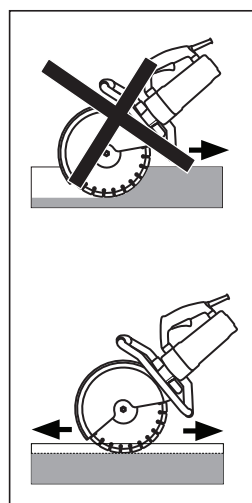

FIG. 8
- Engagez doucement la lame dans la pièce à usiner. La performance de coupe est optimale lorsque vous coupez droit le long de la ligne de coupe préalablement marquée. Ne coupez pas à une profondeur supérieure à 50 mm (2 "). **(FIG. 8)** Si vous devez couper à une profondeur supérieure à 50 mm (2 "), effectuez plusieurs passages.